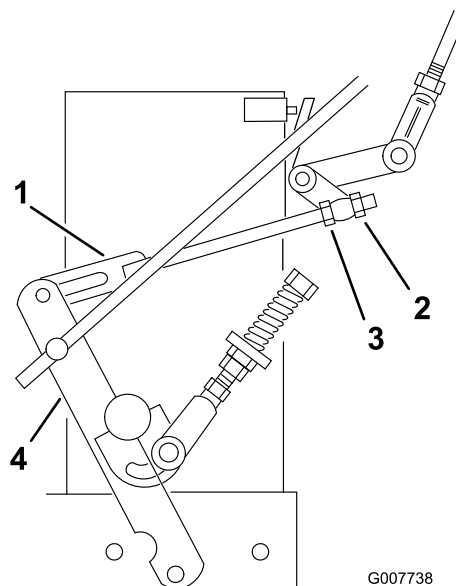

Figure 36
8. Desserrez l'écrou de réglage avant sur la tringlerie de commande hydraulique gauche, comme montré à la Figure 36.
9. Tournez l'écrou de réglage gauche dans le sens antihoraire jusqu'à ce que la roue tourne en avant (Figure 36).
le levier de commande de vitesse en avant et ramenez-le à la position POINT MORT. Répétez cette opération jusqu'à ce que la roue gauche arrête de tourner en avant (**Figure 36**).